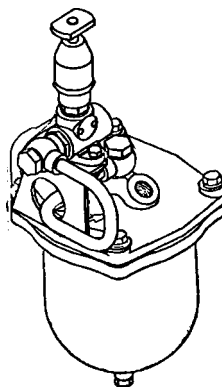
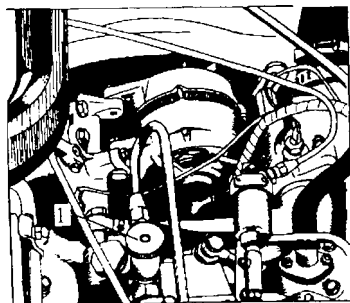

Рис. 11. Топливоподкачивающий насос на топливном фильтре грубой очистки
Рис. 10. Топливоподкачивающий насос для двигателя 7403.10
На автомобилях, укомплектованных двигателями 7403.10, топливоподкачивающий насос 1 установлен на ТНВД (см. рис. 10). На автомобилях, укомплектованных двигателями 740.11-240 и 740.11-300, предусмотрено два варианта установки топливоподкачивающего насоса: на топливном фильтре грубой очистки топлива (см. рис. 11) и на кронштейне, размещенном под хомутом крепления топливного бака.
2. Открыть кран на топливной бачке подогревателя и заполнить систему питания подогревателя топливом, сделав несколько качков ручным топливоподкачивающим насосом (см. рис. 10 и 11).